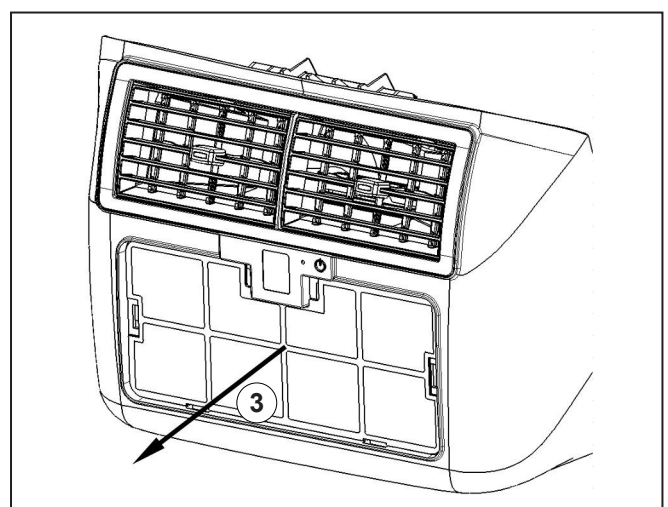

Abb. 8
2. Den Filter („Abb. 8“ Pos. 3) entfernen.
3. Am Ende der Wartung den Filter („Abb. 8“ Pos. 3) wieder einsetzen und das Frontgitter unter Druck schließen.